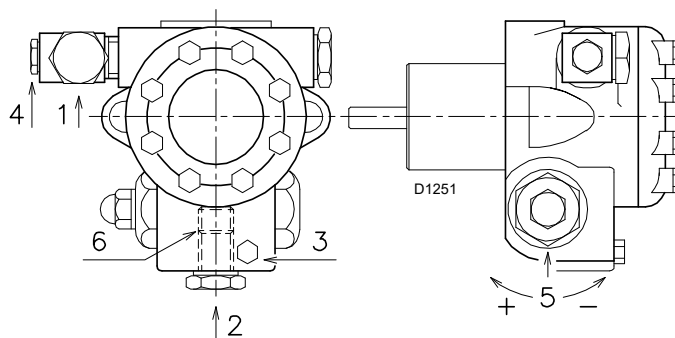

Рис. 21
Насосы оснащены байпасом, который соединяет обратный трубопровод с всасывающим штуцером. Они устанавливаются на горелку с закрытым байпасом с помощью винта 6)(Рис. 21). Поэтому необходимо подсоединить обе трубки к насосу. Если насос эксплуатируется с закрытой обратной линией и винт байпаса зафиксирован, насос сразу же выйдет из строя. Снимите заглушки с всасывающего и обратного штуцеров насоса. Вместо них привинтите трубки с прокладками, входящими в комплект поставки. Во время монтажа не скручивайте трубки и не прилагайте к ним нагрузки. Установите шланги так, чтобы на них нельзя было наступить или чтобы они не соприкасались с горячими частями котла и чтобы они не препятствовали открытию горелки. Теперь подсоедините другой конец шлангов к всасывающему и обратному трубопроводам с помощью ниппелей из комплекта поставки.
- Для автоматического запуска насоса необходимо отвернуть винт 3) насоса, см. Рис. 21, чтобы выпустить воздух, содержащийся во всасывающем трубопроводе.
- Когда дизельное топливо начнет выходить из винта 3)(Рис. 21), насос включен. Остановите горелку, устанавливая переключатель 1)(Рис. 25, на стр. 23) в положении OFF (ВЫКЛ) и затягивая винт 3).
Обозначения (Рис. 21)